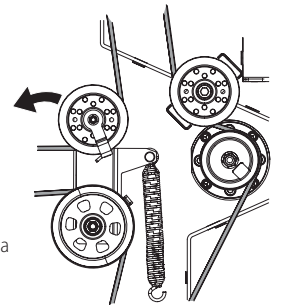

Figure 52
- Tirez le côté droit de la courroie et placez le côté plus étroit en forme de « V » de la courroie de la prise de force dans la poulie de la prise de force. Voir Figure 52.